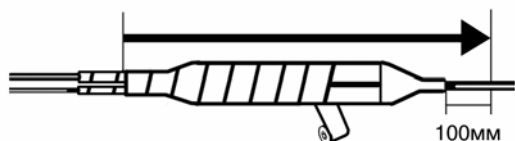

Рис. 9.31. Обмотка корпуса разветвительной муфты лентой VM.
9.2.22. Обмотать муфту целиком, начав со стороны разветвления, одним слоем ленты VM с перекрытием витков 50%, зайдя на 100 мм за корпус муфты на дальнем конце (рис. 9.31).